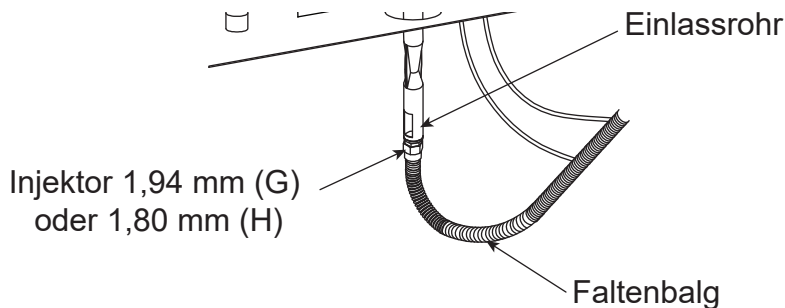

Abbildung 4
- (2) Ersetzen Sie den 2,05-mm-Injektor durch den 1,94-mm-Injektor (G) oder 1,80-mm-Injektor (H) und schrauben Sie den Injektor (G) oder (H) fest an den Balg (siehe Abbildung 4).